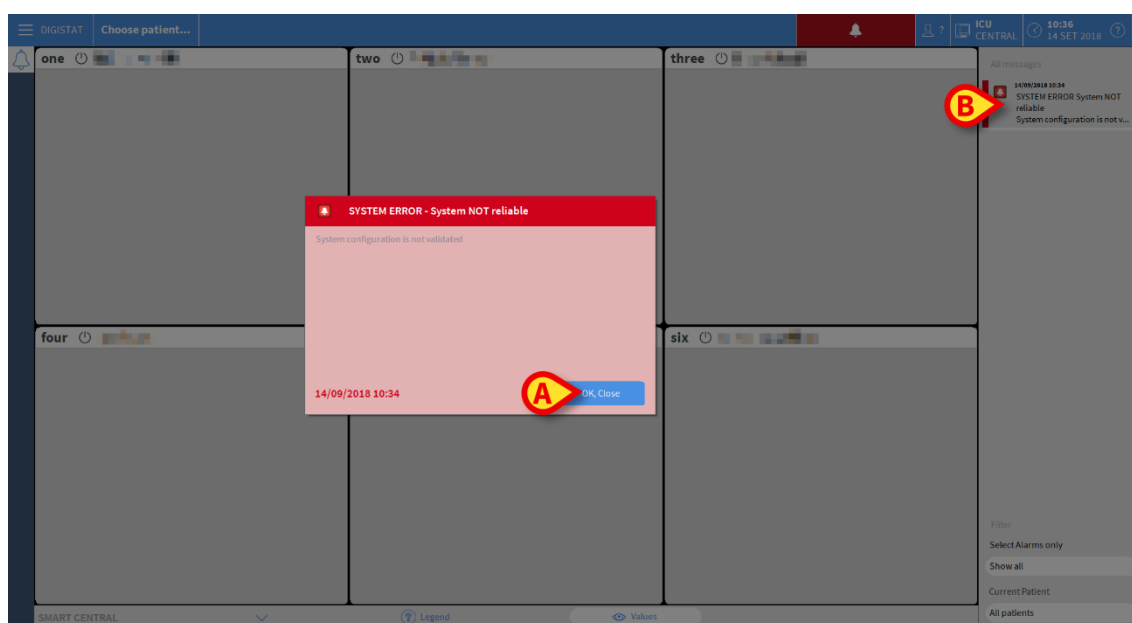
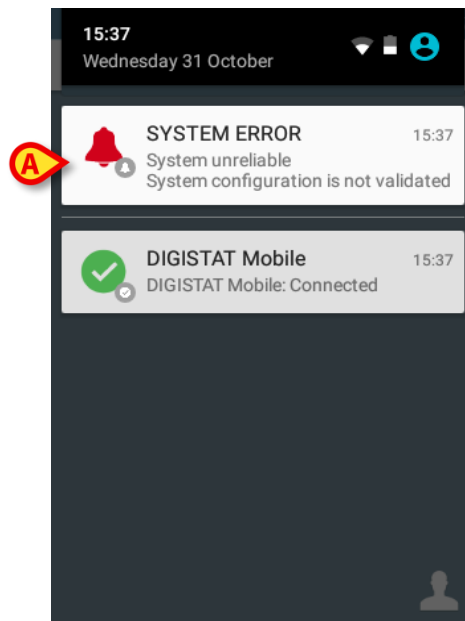

Fig. 2: Sistema no fiable (escritorio)
Fig. 3: Sistema no fiable (móvil)
En caso de que el sistema no sea fiable, se entrega una notificación específica de «Error del sistema» en las estaciones de trabajo de escritorio (Fig. 2), en los dispositivos portátiles (Fig. 3) y en la torre de luces de alarma opcional (luz roja encendida, sonido de alarma).
En las estaciones de trabajo de escritorio, las notificaciones permanecen en la barra lateral (Fig. 2 **B**) hasta que se eliminen las causas de la falta de fiabilidad y el sistema vuelva a ser fiable. En todas las camas afectadas por la falta de fiabilidad, no se muestran datos del paciente hasta que el sistema vuelva a ser fiable.
- Haga clic en **Aceptar, Cerrar** en la notificación para confirmarla (Fig. 2 **A**).
- Deslice la notificación hacia abajo para confirmarla en el móvil (Fig. 3 **A**). Después de esta acción, el sonido o vibración se detiene.